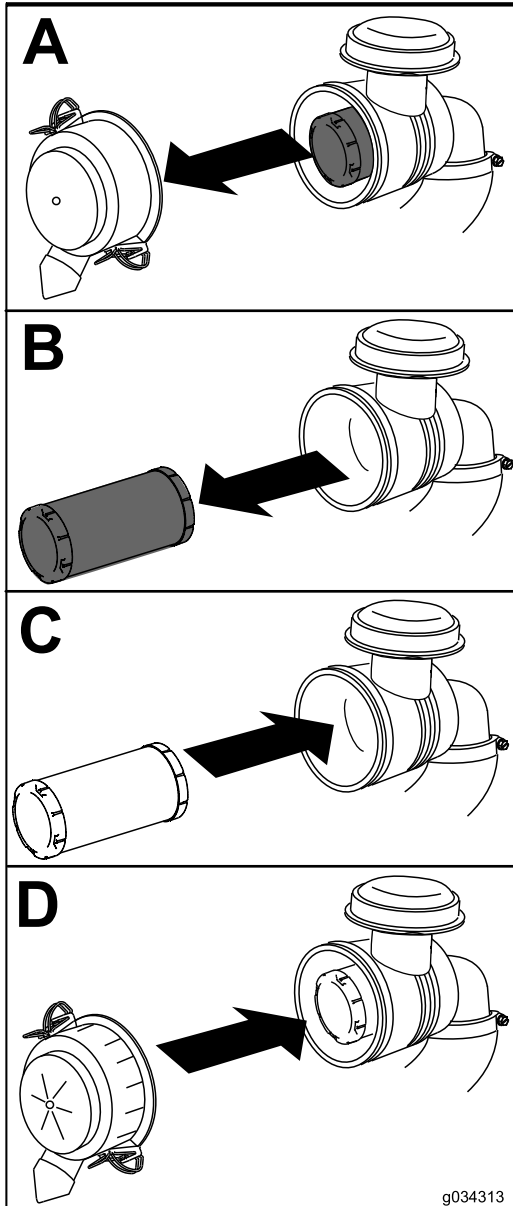

Figura 36
1. Deslize suavemente o filtro de ar para fora do corpo do filtro de ar (Figura 36).
4. Instale a cobertura do filtro de ar com o lado indicado como "UP" virado para cima e prenda o trinco (Figura 36).